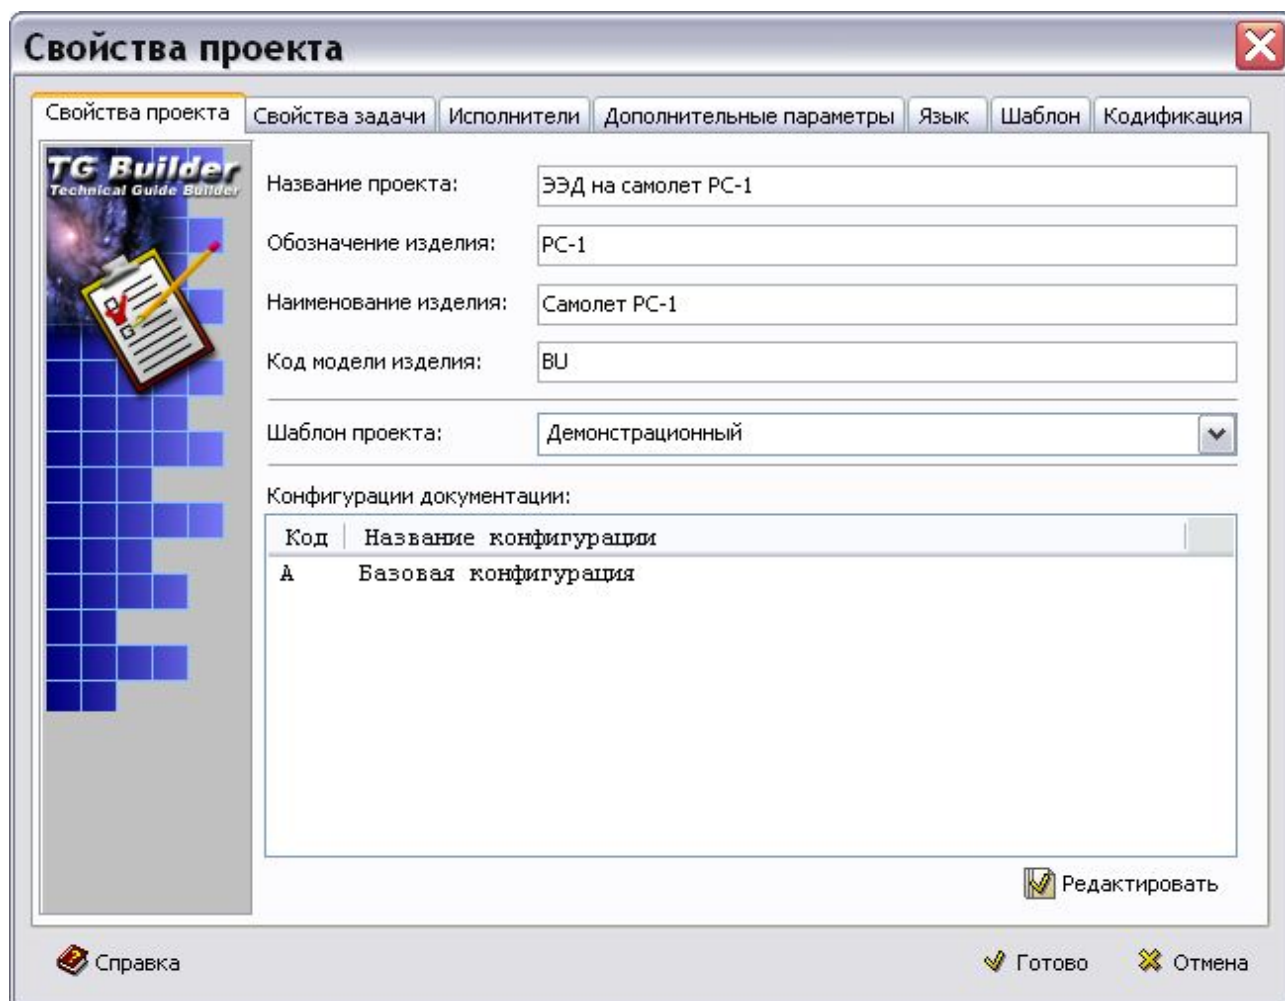

Рис. 2.28
2. В правой части окна **Диспетчер проектов** выберите инструмент **Параметры проекта**  или из контекстного меню проекта выберите команду **Параметры проекта**. При этом появится диалоговое окно **Свойства проекта** (Рис. 2.28).